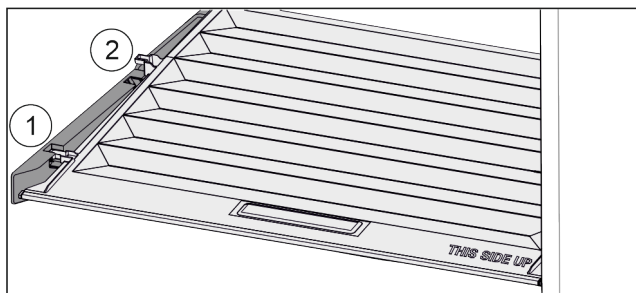

Fig. 142
- ▶ Pokrov povlecite naprej *Fig. 142 (1)* do odprtine v držalnih delih.
- ▶ Zadaj ga od spodaj dvignite in odstranite *Fig. 142 (2)* navzgor.